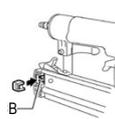

FIGURA 7.1
- Con el equipamiento desconectado de la red de aire, mueva la palanca de la traba del peine (B) localizada en la parte lateral (Figura 7.1) o trasera (Figura 7.2) del equipamiento para cargarlo;
- Enseguida, coloque la barra de grapas o pernos dentro del peine (A). En caso de que el equipamiento esté conectado a la red de aire, NO cargue el peine (A) con el gatillo accionado, y para cerrarlo, empujelo hasta que se trabé (Figura 7.1);